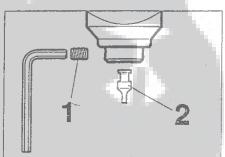

Abbildung 7
Zur Ersetzung eines verschlissenen oder beschädigten Dornes die Schraube (1) (Abbildung 7) lösen, so daß der Dorn (2) freigegeben wird. Einen neuen Dorn bis zum Anschlag einstecken und die Schraube (1) wieder anziehen.